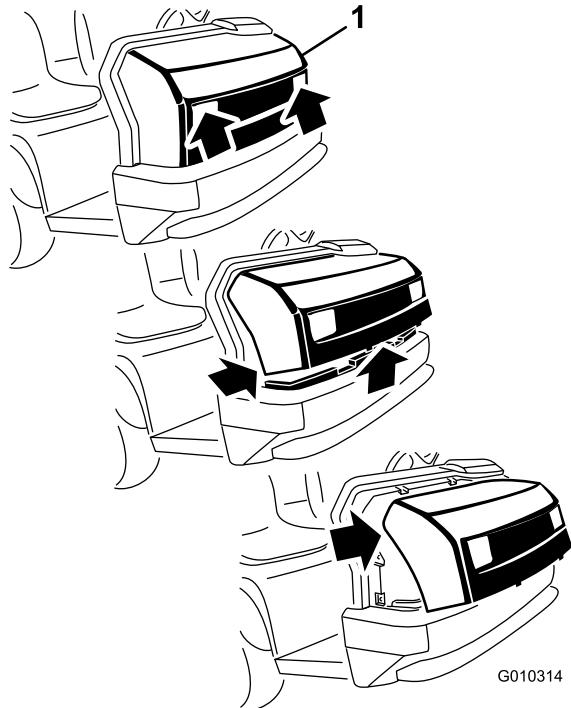

Bild 3
1. Fassen Sie die Motorhaube in den Scheinwerferöffnungen an und heben sie an, um die unteren Befestigungsnasen aus den Rahmenschlitten zu heben (Bild 3).
2. Drehen Sie die Unterseite der Motorhaube nach oben, bis Sie die oberen Befestigungsnasen aus den Rahmenschlitten ziehen können (Bild 3).
3. Drehen Sie die Oberseite der Motorhaube nach vorne und ziehen Sie die Kabelanschlüsse von den Scheinwerfern ab (Bild 3).